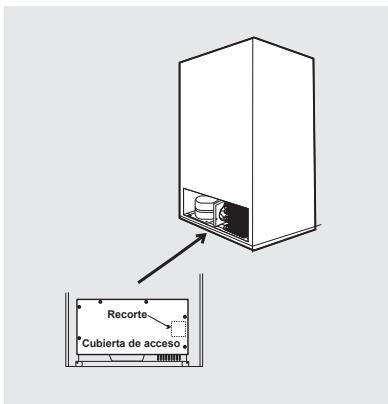

figura 2
- Quite los tornillos que fijan la cubierta de acceso al gabinete (condensadores interiores solamente; vea la figura 2).